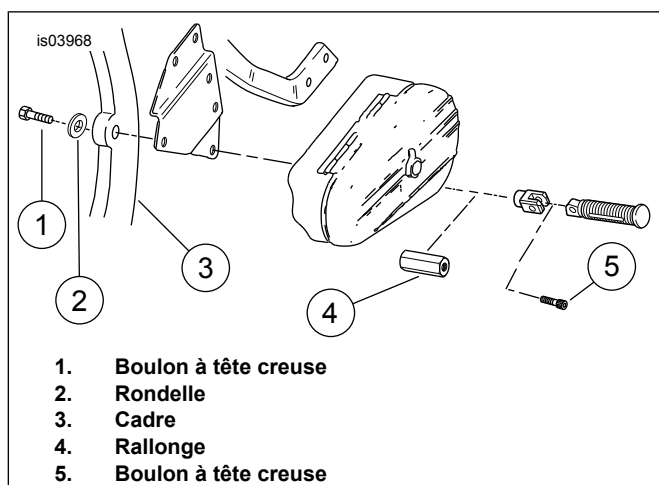

Figure 1. Kit d'entretoise hexagonale
3. Voir Figure 1. Placer un boulon (1) 3/8-16 x 1 3/4 pouce et une rondelle (2) (utiliser un boulon de 3/8-16 x 2 1/4 pouces si des barres d'habillement sont installées) par l'intérieur du véhicule et au travers du trou percé dans la bride inférieure de la barre d'habillement (s'il y en a une), le support de relocalisation de sacoche (s'il y en a un) et la traverse du cadre (3) du véhicule. Serrer le boulon à un couple de 47,8 à 61,0 N·m (35 à 45 lb·pi).
4. Installer la rallonge d'appui-pied de passager (4) à l'extrémité du boulon. Serrer la rallonge à un couple de 47,8 à 61,0 N·m (35 à 45 lb·pi).
5. Fixer le support de l'appui-pied de passager à l'aide d'un boulon à tête creuse (5) hexagonale de 3/8-16 x 1 3/4 pouce, ou du boulon à tête creuse hexagonale d'origine, à l'extrémité de la rallonge d'appui-pied de passager. Serrer le boulon à un couple de 47,8 à 61,0 N·m (35 à 45 lb·pi).